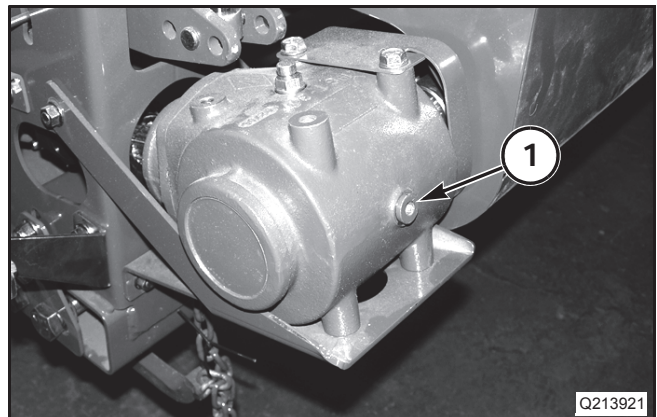

FIG. 16
FIG. 16: El tapón de llenado de la transmisión de accionamiento de la cuchilla (1) está localizado en la parte trasera de cada transmisión de accionamiento del cortador.